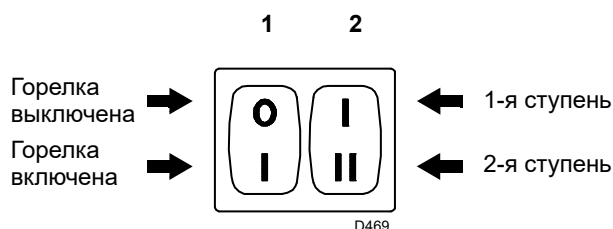
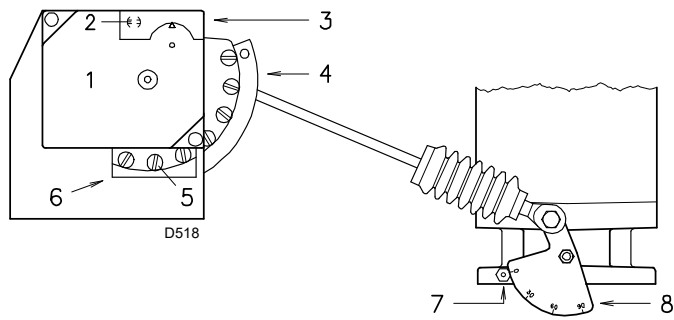

Рис. 27
Рис. 28
- Выключатель 1) (Рис. 27) в положение **«ГОРЕЛКА ВКЛЮЧЕНА»**.
- Переключатель 2) (Рис. 27) в положение **«1 СТУПЕНЬ»**.
Согласно вышеописанной информации горелка включена и работает на 1-й ступени. Теперь следует переместить переключатель 2) (Рис. 27) в положение 2-й ступени: сервопривод откроет воздушную заслонку, а вместе с ней и дроссельный газовый клапан на 90°.
Постепенно измените конечный профиль кулачка 3) (Рис. 28) посредством винтов 5).
Установите переключатель 2) (Рис. 27 на стр. 22) в положение 1-й ступени: сервопривод 1) (Рис. 28) закроет воздушную заслонку, а вместе с ней и дроссельный газовый клапан до 15°, то есть до угла, заданного на заводе.
- Если его нужно повысить, переключитесь на 2-ю ступень при помощи переключателя 2) (Рис. 27 на стр. 22) и немного увеличьте угол оранжевого кулачка небольшими последовательными перемещениями, то есть перейдите с угла 15° на 17°, 19° и т. д.
Постепенно измените начальный профиль кулачка 3) (Рис. 28) посредством винтов 4). По возможности не крутите первый винт, так как он является винтом полного закрытия воздушной заслонки.
Выключите горелку при помощи переключателя 1) (Рис. 27 на стр. 22) и при помощи промежуточных винтов кулачка отрегулируйте его плавный наклон.